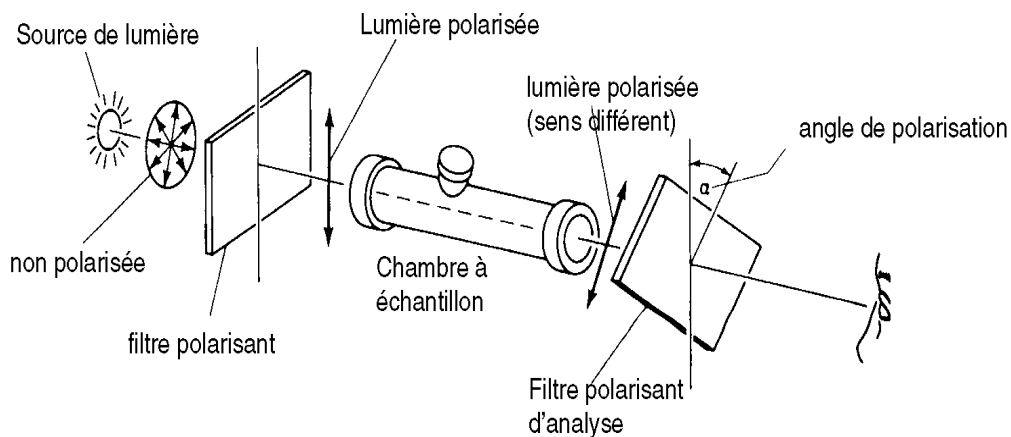

Figure 1. Déviation spécifique de l'angle de la lumière polarisée
1. Elles font tourner le plan de la lumière polarisée selon un certain angle dans un sens donné opposé pour chaque énantiomère (figure 1).
L'angle de polarisation est une donnée qui permet de caractériser les différents composés optiquement actifs tels les carvones pour cette expérience. Le principe de la mesure est démontré à la figure 1. On voit qu'il suffit de polariser la lumière incidente (à la verticale ici) et de la faire interagir avec une solution de l'échantillon analysé. Si le composé est optiquement actif, le plan est dévié et la mesure de l'angle de déviation correspond à l'angle de polarisation ou de rotation de la lumière,  $\alpha$ . L'angle de rotation spécifique est obtenu à 20°C avec la raie D du sodium et dépend de la concentration (en grammes de soluté par mL de sol) et du trajet optique en dm. On le trouve avec l'équation suivante :